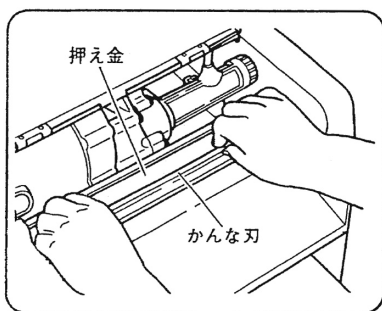

図 26
(3) かなな刃の両端を持って押え金とかなな胴の間にかんな刃を挿入します。(図 26)